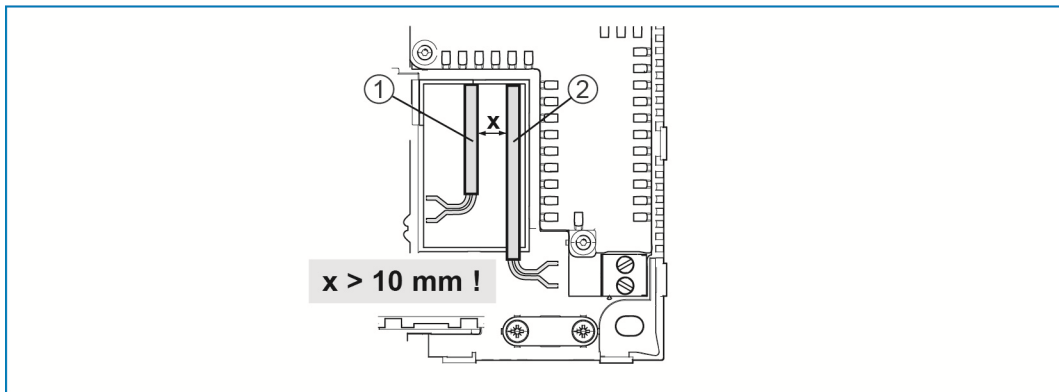

Abb. 4: SELV-Stromkreise
- » Achten Sie bei der Montage auf eine räumliche Trennung (> 10 mm) der SELV-Stromkreise zu anderen Stromkreisen (siehe Abb. 4).